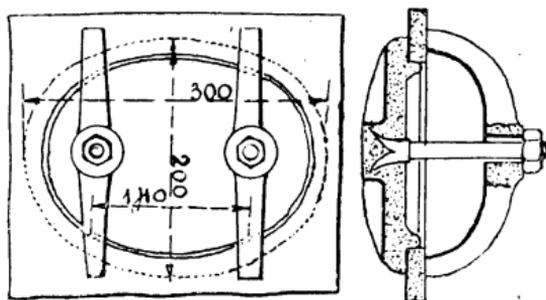

Fig. 47.
**Autoclave.** — Une fermeture de récipient est dite autoclave lorsque la pression du fluide agit de manière à appliquer l'obturateur sur son portage (fig. 47). Si les boulons qui le fixent cèdent,